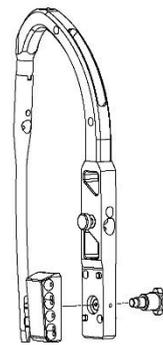

図4-1
- 4) ネイルとターゲットデバイスをネイル接続ネジで固定し、ネイル左を使用する場合はディスタルガイド (左) を、ネイル右を使用する場合はディスタルガイド (右) をターゲットデバイス本体へ確実に装着し、つまみにて固定します。(図4-1)